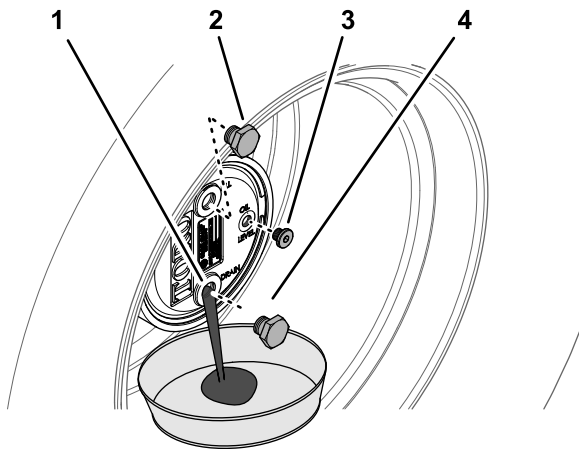

Figura 67
- Retire el tapón de llenado en la posición de las 12 y compruebe el tapón en la posición de las 3 (Figura 67).
- Coloque un recipiente debajo del cubo planetario, retire el tapón de vaciado en la posición de las 6 y deje que se drene el aceite (Figura 67).
- Instale el tapón de vaciado en el orificio de vaciado del alojamiento de los engranajes planetarios (Figura 67).